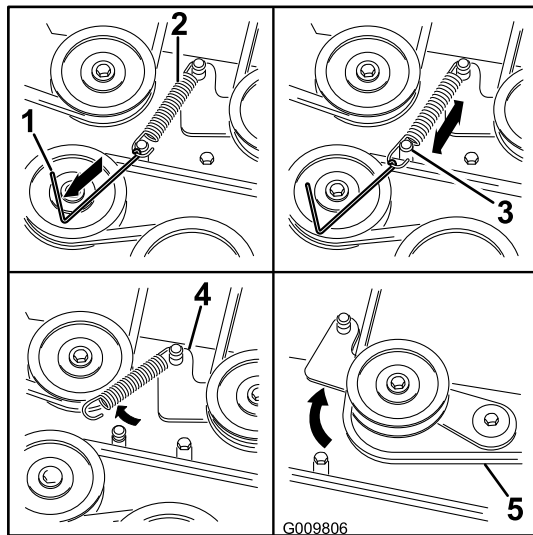

Bild 74
7. Entfernen Sie die Spannscheibenfeder mit einem Werkzeug zur Federentfernung (Toro Bestellnummer 92-5771) von der Mähwerkstrebe, um die Spannung von der Spannscheibe zu nehmen (Bild 74).
10. Verlegen Sie den neuen Riemen um die Mähwerk- und Bremsspannscheiben unter dem Motor (Bild 74).
11. Setzen Sie die Spannscheibenfeder mit einem Werkzeug zur Federentfernung (Toro Bestellnummer 92-5771) auf die Mähwerkstrebe, um die Spannscheibe und den Mähwerkriemen zu spannen (Bild 74).